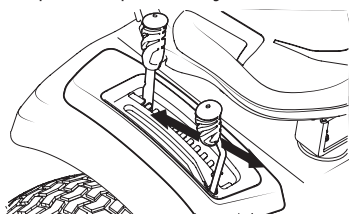

Figura 28
2. Empuje la palanca PTO (enganche de cuchillas) hacia adelante hasta la posición acoplada (ON) (Figura 28).